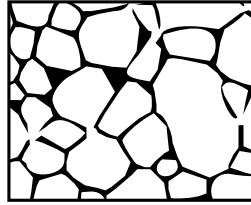

Fig. 3 : Microstructure des échantillons d'aluminium pur 99.5 % recuits à 600 °C pendant 6h. Grossissement 100X (1 cm correspond à 100 µm)
La microstructure initiale de trois échantillons ayant la forme de plaques à section rectangulaire de dimensions 15 x 15 x 5 mm, en aluminium pur à 99.5%, déformés puis recuits à 600 °C pendant 6h, est représentée en Fig. 3 ci-dessous.
a) - À quel numéro d'échantillon correspondent chacune des trois microstructures ci-dessous, prises au même grossissement que la Fig. 3 ?